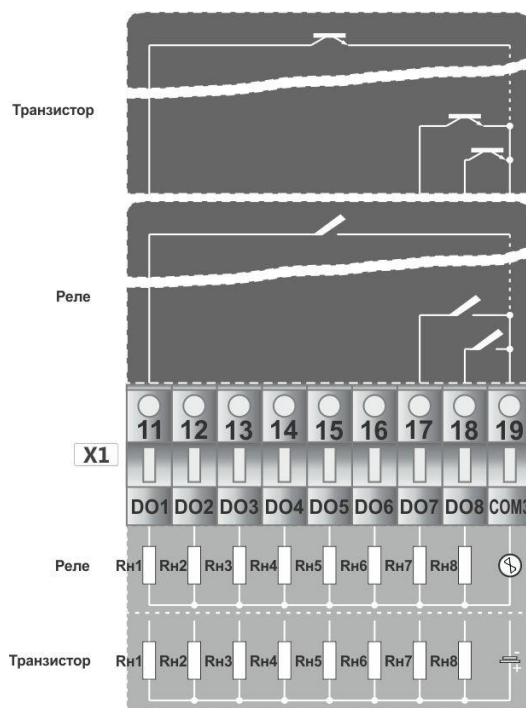

Рисунок 8.10.2 – Схема подключения дискретных выходов контроллера МИК-53Н
**Примечание.** Рисунок 8.10.2 иллюстрирует схему подключения группы дискретных выходов (выходы DO1÷DO8) контроллера МИК-53Н-21.